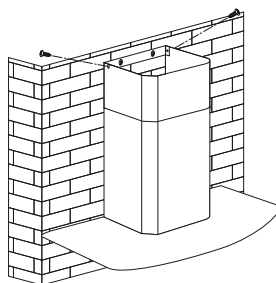

Fig. 7
– Soulevez la cheminée supérieure jusqu'au plafond et la fixer à l'étrier à l'aide des 2 vis (fig. 7).